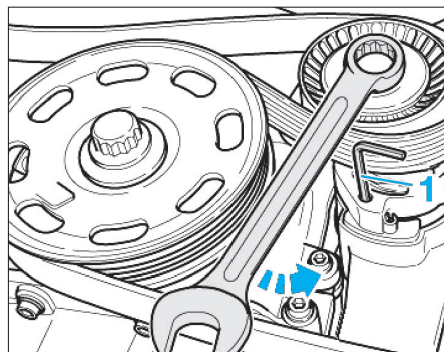

Fig. 1
- Faire basculer le tendeur dans le sens antihoraire à l'aide d'une clé de 16 (Fig.1).
- Bloquer le galet tendeur en (1) à l'aide d'une clé Allen de 4 mm.